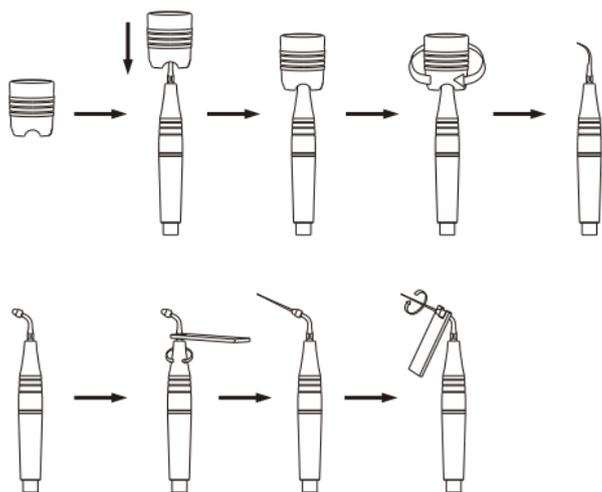

РИСУНОК 9
2.1.3 Инструкция по использованию динамометрического ключа (Рисунок 9)